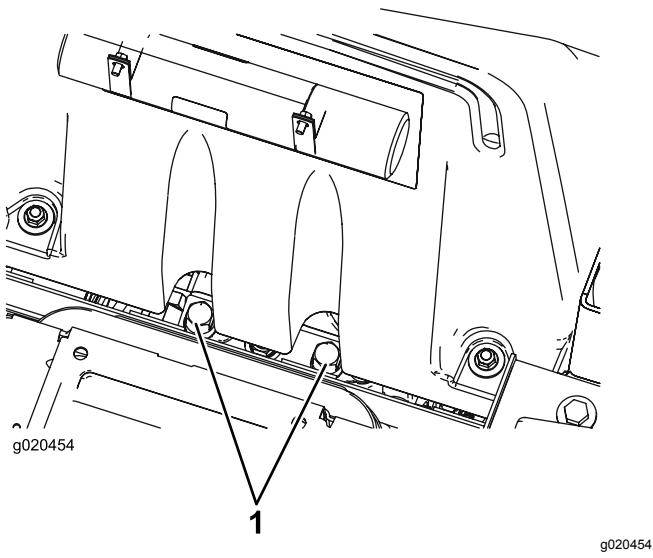

Figura 57
- As válvulas de derivação encontram-se sob a dianteira do depósito de combustível (Figura 57).